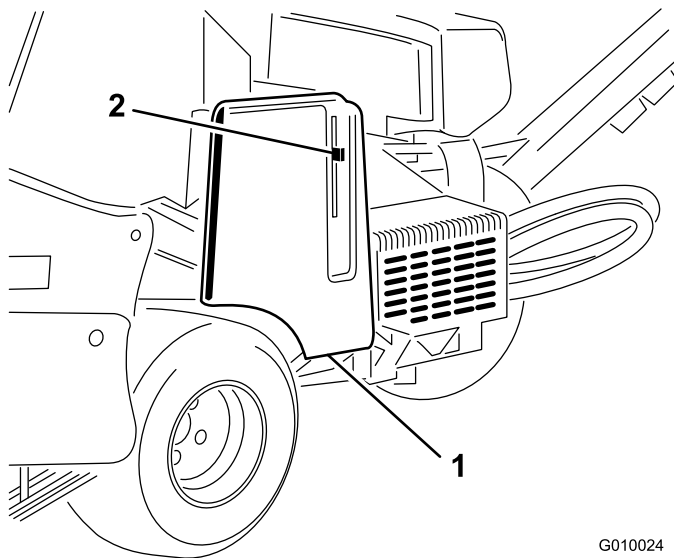
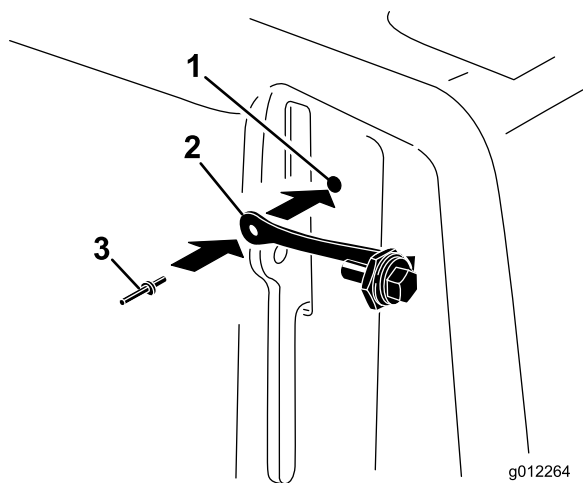

图 8
图 9
1. 找到皮带罩上紧靠闩锁杆的孔图 8和图 9。
2. 使用弹伸铆钉将系索总成安装到皮带罩上的孔图 9。